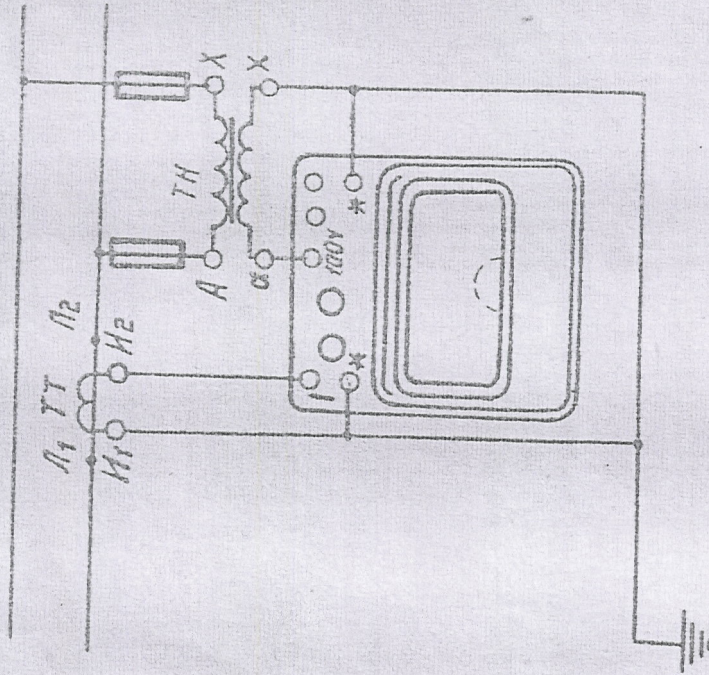

Рис.5
1.5. В тех случаях, когда в цепи переменного тока напряжение и ток отключаются от номинальных, прибор включать через трансформатор напряжения с вторичным номинальным напряжением 100 в и трансформатор тока с вторичным номинальным током 5 а, согласно схеме рис.5.